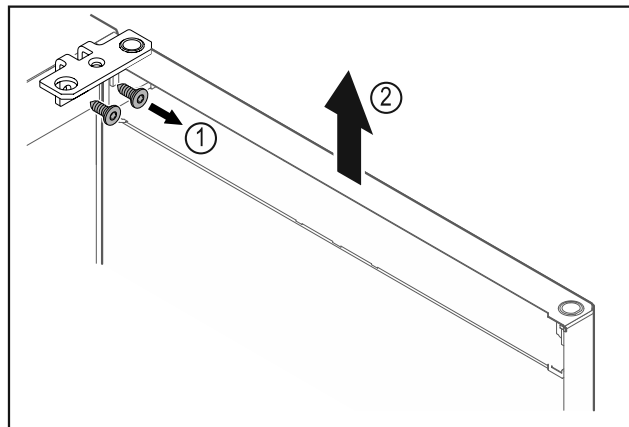

Fig. 9
- ▶ Odskrutkujte uholník závesu Fig. 9 (1).
- ▶ Zdvihnite dvere vrátane uholníka závesu Fig. 9 (2) cca 200 mm nahor a odoberte ich.